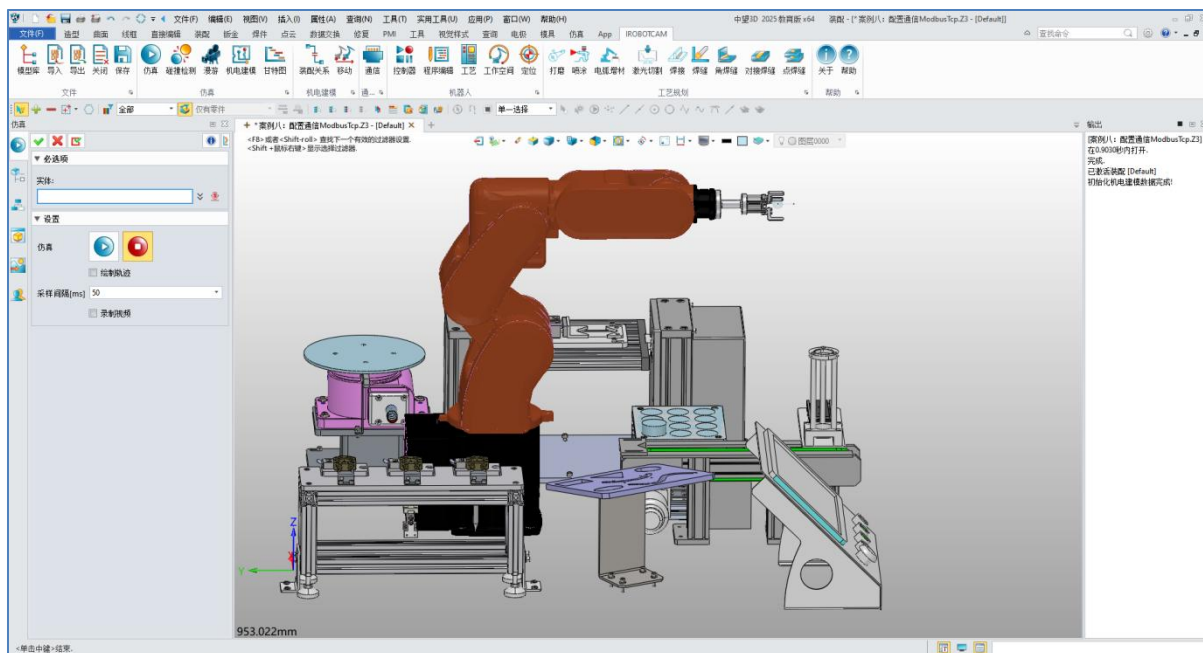

图 12-22: 仿真验证
- 在 "仿真" 窗口中, 点击最左侧的 "开始仿真" 按钮。(图 12-22)